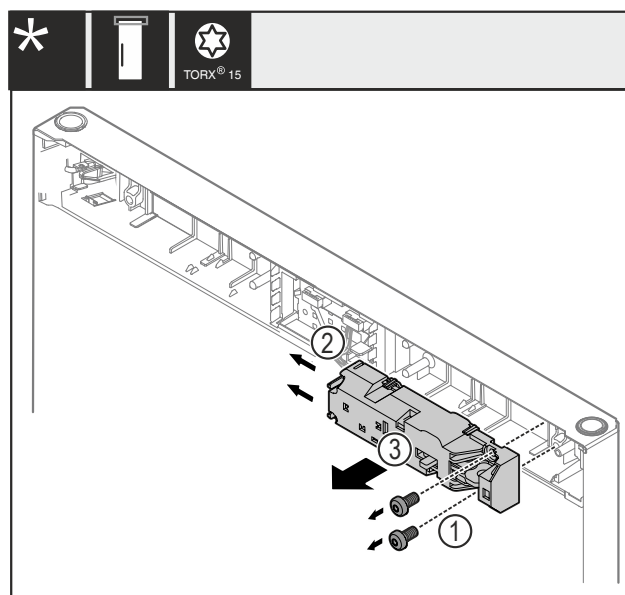

Fig. 21
- ▶ Извлеките винты Fig. 21 (1).
- ▶ Сдвиньте защелки Fig. 21 (2) в сторону и снимите замок дистанционного открытия Fig. 21 (3).